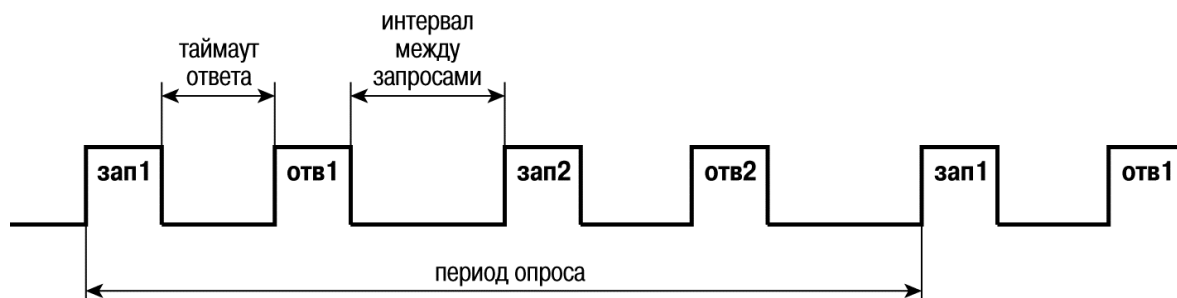

Рисунок 4.5
- Интервал между запросами - позволяет настроить интервал между отправкой следующего запроса после получения ответа на предыдущий (см. рисунок 4.5).